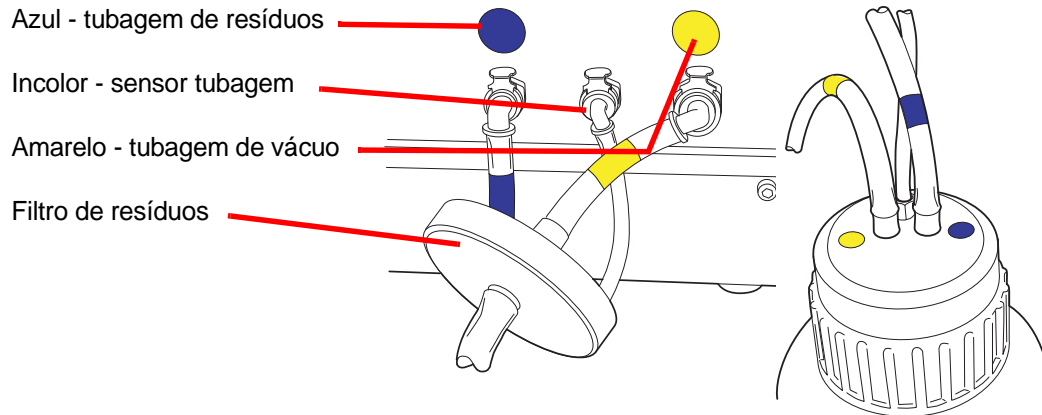

Figura 2-2 Ligações das tubagens da garrafa de resíduos
3. Localize as três ligações da garrafa de resíduos, na parte de trás do processador ThinPrep 5000. Consulte Figura 2-2. Certifique-se de que os botões dos conectores estão na posição para baixo/para dentro.